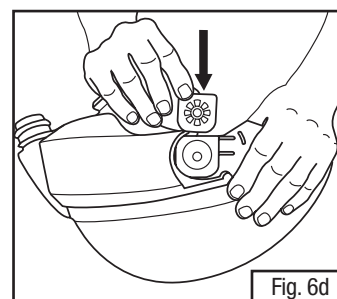

Fig. 6d
- Insérer la plaque arrière dans la coque de la pièce faciale. Lors de l'installation, le motif de moulin à vent doit être placé vers l'extérieur et l'inscription M-960 doit être située au bas de la plaque. Installer le bord arrondi en premier et le faire glisser complètement dans le trou (Fig. 6d). Abaisser délicatement la plaque pour s'assurer qu'elle soit au même niveau que le trou inférieur.